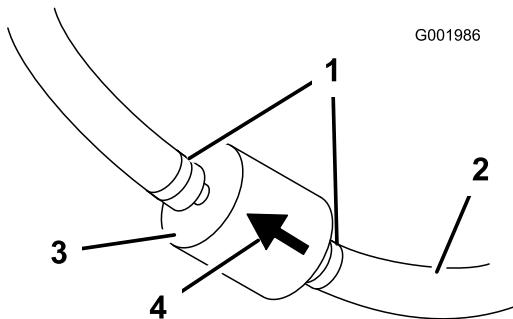

Figura 55
5. Apriete los extremos de las abrazaderas y deslícelas por el tubo alejándolas del filtro (Figura 55).